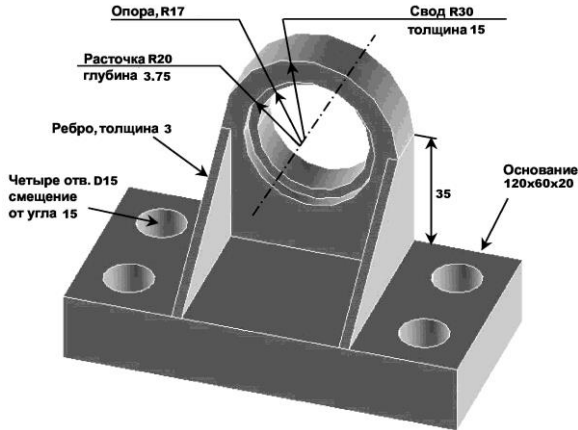

Рисунок 3.1 – Опора вала
**Постановка задачі:** Побудувати геометричну модель опори вала (рис. 3.1, 3.2).